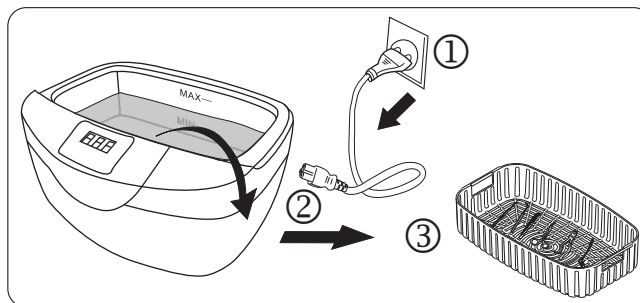

Fig.16
- 8► Al término del ciclo la pantalla exhibirá **000** y el proceso de cavitación terminará automáticamente. Desconecte el equipo de la toma de corriente y abra la tapa (Fig. 16).